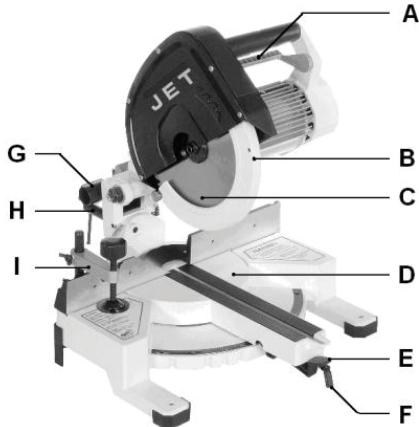

Рис. 1
- Під час розпилу заготовка повинна бути закріплена за допомогою притиску (I, Рис. 1).
- Звільніть захисну огорожу за допомогою запобіжного важеля (A, Рис. 1).
- Рукоятка (H, Рис. 1) на зворотній стороні верстата повинна бути